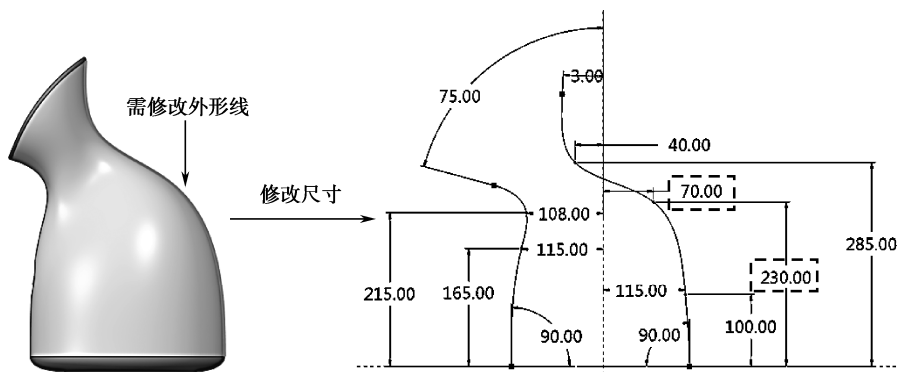

图 8-73 骨架模型外形线修改
(1) 激活或打开骨架模型“zhenglianqi.prt”，找到需要修改的外形线草绘 4，将其框内尺寸改成如图 8-73 所示尺寸，单击【确定】，完成骨架模型“zhenglianqi.prt”的修改。